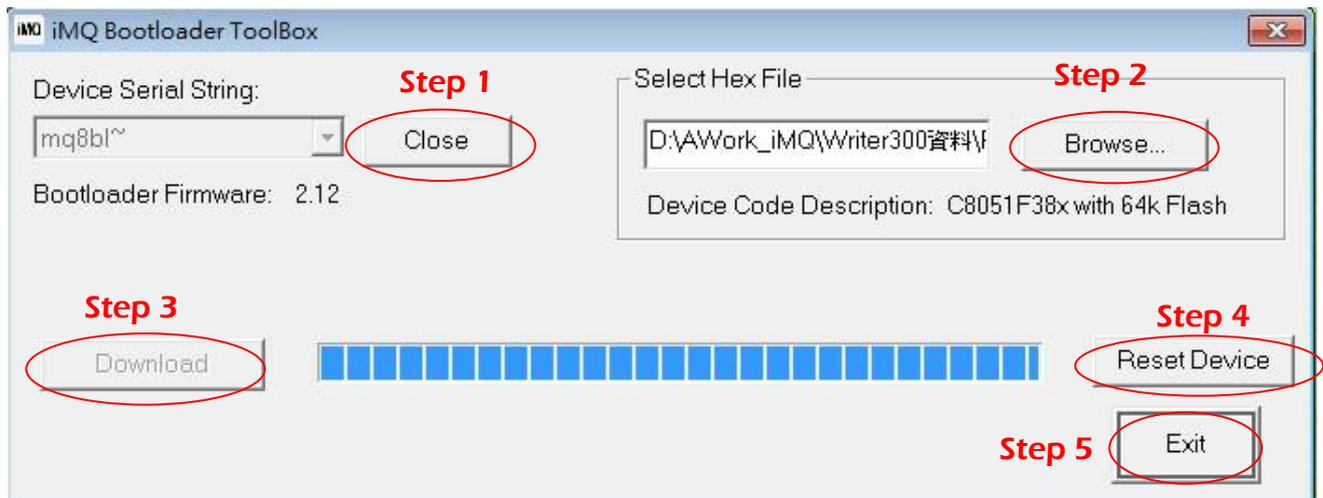

图 8-7
如果于 Device Serial String 字段看到『mq8bl~ 』的字样，则表示 iMQ 烧录器上位机软件已经与烧录器的 Bootloader Firmware 联机成功，此时可以继续更新 iMQ 烧录器 Firmware，请参考以下步骤说明以及图 8-7：
Step 2：按下「Browse」按钮，选择要更新的 iMQ 烧录器 Firmware 档案。此档案位于安装目录下的「fw」文件夹中，其文件名为「iMQWriter_Fw.hex」如图 8-7。